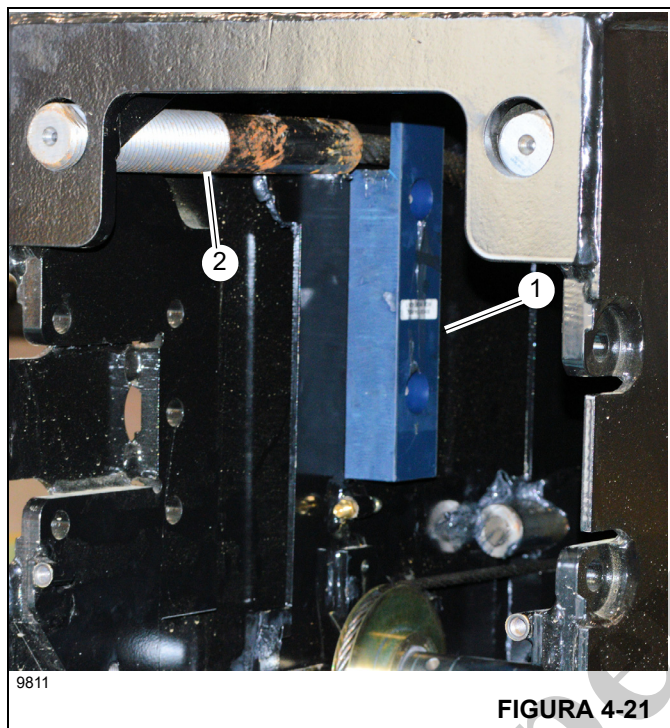

FIGURA 4-21
4. Instale as placas de desgaste de retenção do cabo de extensão 3/4/5 (11, Figura 4-18 e 1, Figura 4-21) dentro da base da lança da seção do Telescópio 3 usando parafusos (10, Figura 4-18), arruelas (9) e porcas (8). Mantenha os cabos de extensão 3/4/5 (2, Figura 4-21) entre a abertura da placa e a placa lateral da lança da seção do Telescópio 3 com a extremidade roscada do cabo de extensão 3/4/5 além da base da lança da seção do Telescópio 3 e da placa de retenção do cabo.